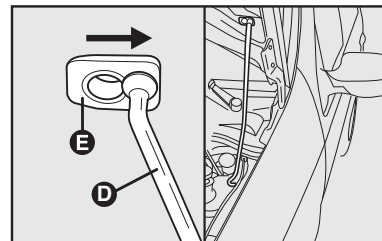

fig. 115
- 4) introduzir a extremidade da vareta **D** na abertura **E** do capô do motor e deslocá-la no sentido da seta **fig. 115**.
- 1) manter levantado o capô com uma mão e, com a outra, tirar a vareta **D**-fig. 115 da abertura **E** e repô-la no seu dispositivo de bloqueio;